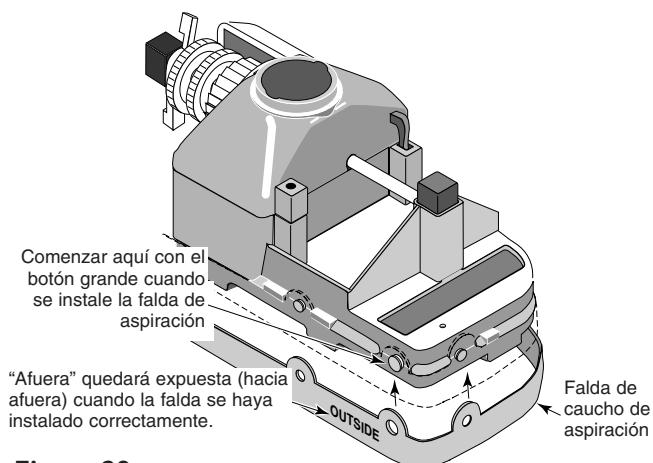
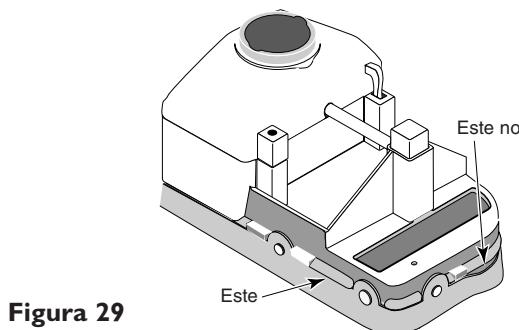

Figura 28
Figura 29
6. Instale la falda de caucho de aspiración en el limpiador mostrando la palabra AFUERA (OUTSIDE). Comience con el pasador grande en la parte posterior del cabezal del limpiador (Consultar la Figura 28) y continúe alrededor del limpiador. Verifique que la falda esté al ras contra las tiras de tope del cabezal del limpiador (Consultar la Figura 29).